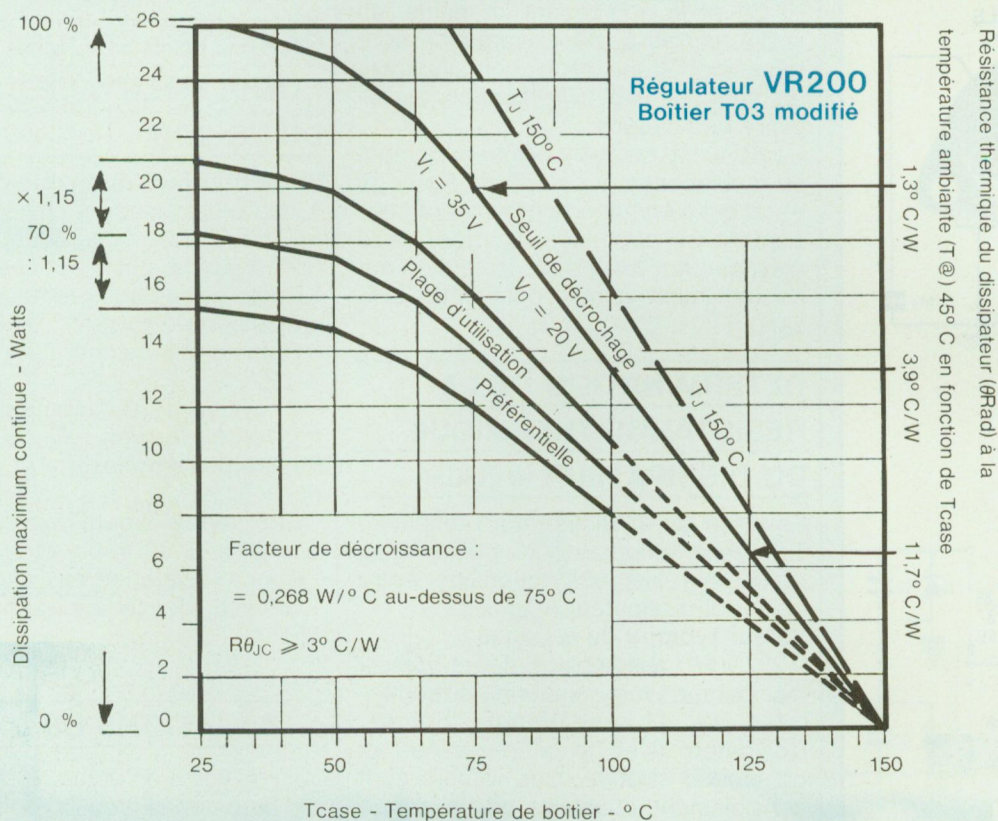

Fig. 8
(1) Puissance maximale à la limite de décrochage du VR 200 (fig. 8). Cette valeur de puissance est à multiplier par 0,7 (-30 %), pour se tenir nettement en-dessous de la mise en sécurité du régulateur. Dans ces conditions, la température de jonction T_j baisse dans